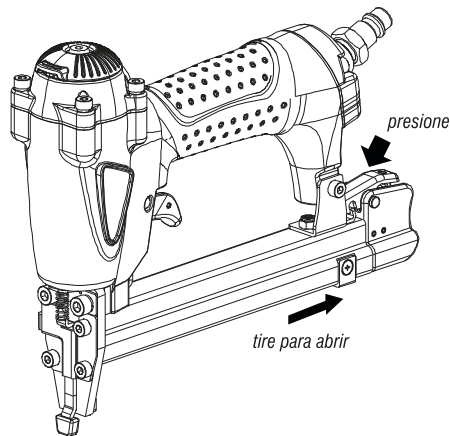

Fig. 3 – Abastecimiento de las grapas
- 1 - Presione la traba de acuerdo a como muestra la Fig. 3;